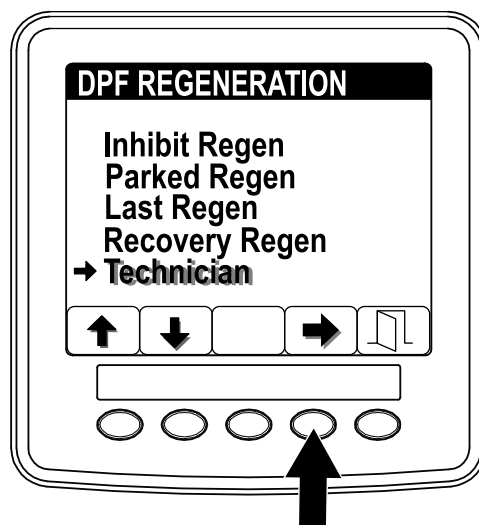

图7
- 访问 DPF Regeneration (DPF 再生) 菜单, 按 1 号或 2 号按钮向下滚动至 TECHNICIAN (技术人员) 选项 (图7)。
- 按 4 号按钮选择 Technician (技术人员) 条目 (图7)。